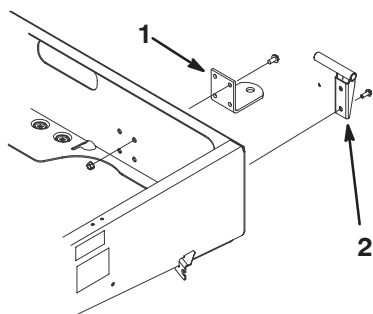

Figura 7
2. Monte o apoio da articulação da mão esquerda no canto esquerdo traseiro do chassis com dois parafusos de cabeça flangelada (3/8 x 1 pol.). Coloque o apoio como se mostra na Figura 7.